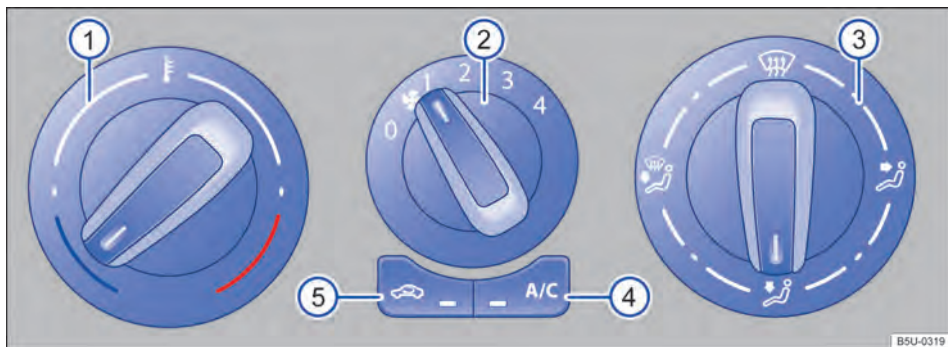

Fig. 79 Comandos do ar-condicionado.
- Ar-condicionado: girar o regulador do ventilador para o nível 0 → Fig. 79 (2).
- Ar-condicionado: girar o regulador rotativo esquerdo → Fig. 79 (1) para regular a respectiva temperatura.
- Ar-condicionado: girar o regulador do ventilador → Fig. 79 (2).
No modo de recirculação de ar, não chega ar externo ao interior do veículo → Fig. 79.
- Ar-condicionado: girar o regulador da direita → Fig. 79 (3) para posição desejada.
- Girar o botão da distribuição de ar → Fig. 79 ③ para a posição , nesta posição o modo de recirculação de ar é automaticamente desligado.
- Girar o botão do ventilador ② no nível 3 ou 4.
- Girar o botão da temperatura ① para a posição desejada.